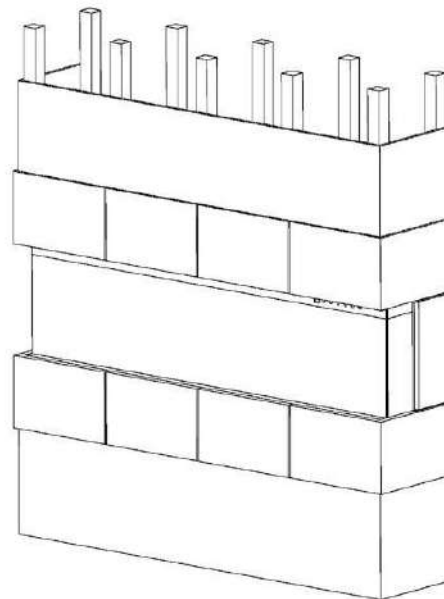

Fig.3-5
8. Versier het multiplex of de gipsplaat met geplazuurde tegels, behang enz. Afb.3-5